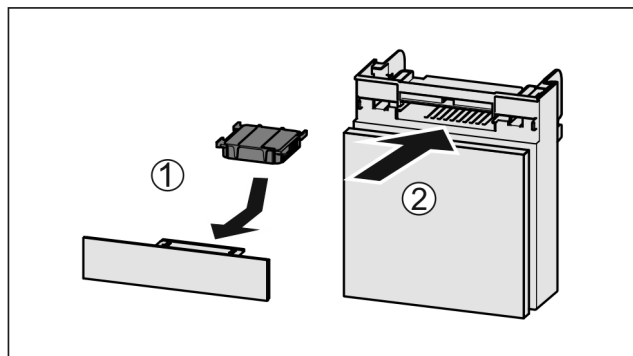

Fig. 255
- Filtr s aktivním uhlím vložte podle vyobrazení Fig. 255 (1).
- Zásuvku zasuňte Fig. 255 (2).